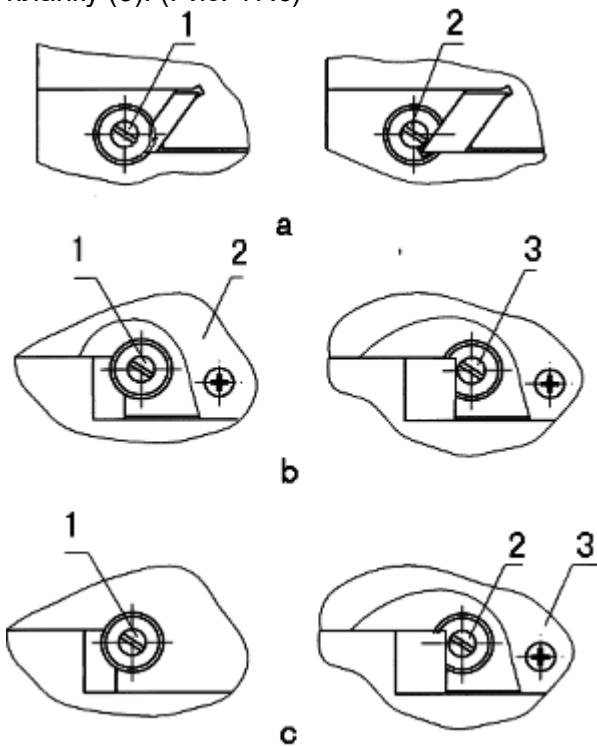

Рис.17
отрегулируйте винт (2) большего конца клина в правильное положение, чтобы ощущалось небольшое сопротивление при перемещении стола, затяните винт (1) должным образом. (Рис. 17.а).
Регулировка поперечного клина: снимите защитную планку (2), ослабьте винт (1) на одном конце клина, отрегулируйте винт (3) на другом конце клина в правильное положение, чтобы ощущалось небольшое сопротивление при перемещении стола, установите защитную планку (2). (Рис. 17.б)
Снимите защитную планку (3), ослабьте винт (1) на меньшем конце клина, затем отрегулируйте винт (2) на большем конце клина в правильное положение, чтобы ощущалось небольшое сопротивление при перемещении стола, установите защитную планку (3). (Рис. 17.с)